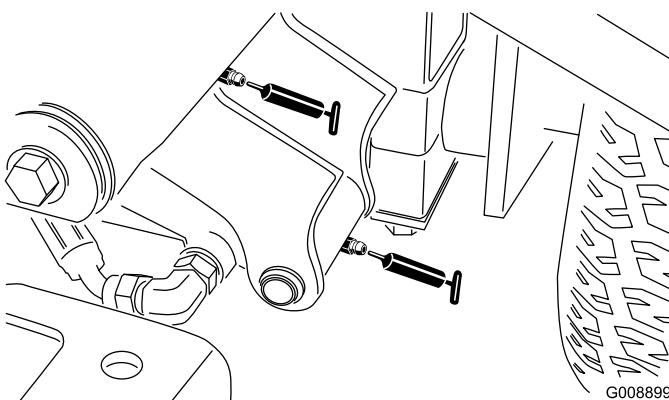

Figura 34
- Perno del braccio di sollevamento sinistro anteriore e cilindro di sollevamento (2) (Figura 34)